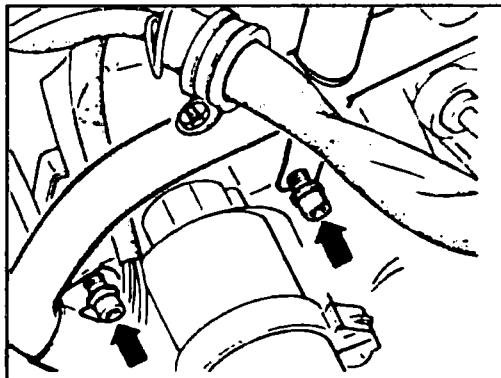

Рис. 5.15 Болты крепления трубы системы охлаждения
- ◆ Отсоедините от стартера трубопровод системы охлаждения, идущий от расширительного бачка к водяному насосу (см. по стрелке рис. 5.15).